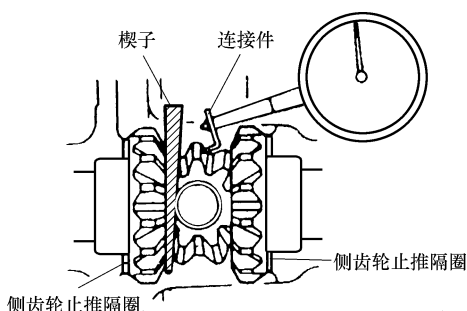

图 4-39 差速器齿轮齿隙的测量
③ 差速器齿轮齿隙的测量(不包括四行星轮差速器)如图4-39所示。用楔子锁住侧齿轮,使用千分表在行星轮上测量差速器齿轮的齿隙,两行星轮均需测量。标准齿隙为 $0 \sim 0.76\text{mm}$,极限为 0.2mm 。超过极限,可用侧齿轮止推隔圈调整。